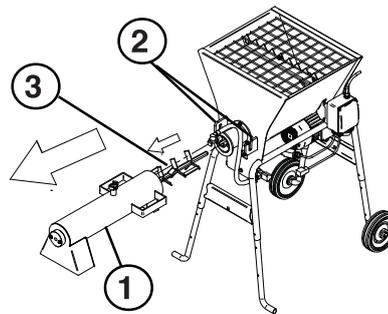

РИС. 4
Для облегчения транспортировки смесителя его можно демонтировать, как показано на рис. 4
13. ЧИСТКА И ОСТАНОВКА СМЕСИТЕЛЯ (см. рис. 4)